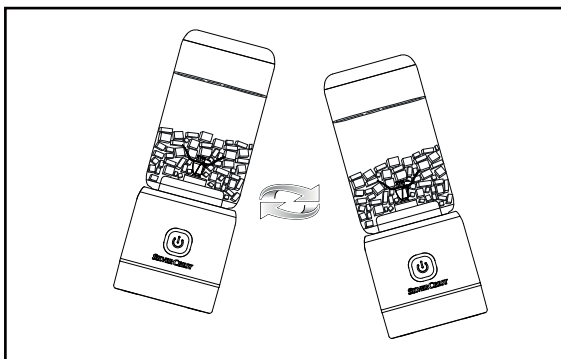

Fig. 1
- 4) Pour que les ingrédients se répartissent mieux, vous pouvez déplacer l'appareil pendant qu'il broie les aliments. Pour ce faire, tenez l'appareil dans la main et effectuez des mouvements de va-et-vient oscillants (voir fig. 1). Veillez à ce que le gobelet ④ ne se détache pas du bloc moteur ⑨.
- ❗ **Remarque :** Lorsque la lame en croix ⑤ est bloquée, le témoin indicateur ⑧ s'allume en alternance 5 fois en rouge et 5 fois en blanc. Détachez délicatement les pièces coincées à l'aide d'une fourchette par exemple, puis lancez un nouveau cycle. Le témoin indicateur ⑧ s'allume à nouveau en blanc.
- 6) Si vous souhaitez interrompre prématurément le processus de mixage, appuyez 1 fois sur l'interrupteur à pression marche/arrêt ⑦. L'appareil cesse immédiatement de fonctionner.
- 7) Dès que vous avez terminé de mixer, tenez l'appareil de manière à ce que l'ouverture du gobelet ④ soit orientée vers le haut et que la lame en croix ⑤ sur le bloc moteur ⑨ soit orientée vers le bas. Dévissez le bloc moteur ⑨ en le tournant dans le sens inverse des aiguilles d'une montre.
- 8) Vous pouvez également utiliser le gobelet ④ comme gobelet à boire. Utilisez le couvercle ① fourni pour le transport ou le rangement au réfrigérateur.
- ① **Remarque :** consommez la boisson immédiatement après l'avoir préparée. Ne conservez pas le smoothie fraîchement préparé plus de 6 heures, car les ingrédients finement broyés peuvent se dénaturer rapidement.